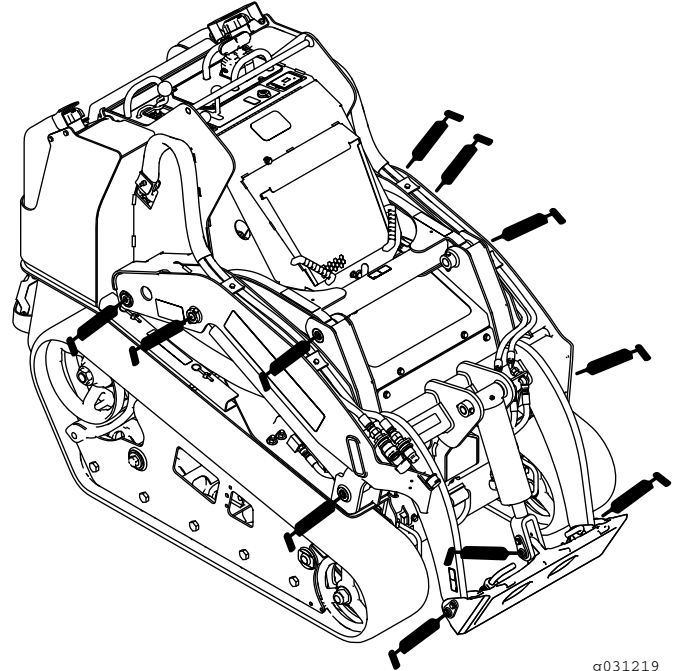
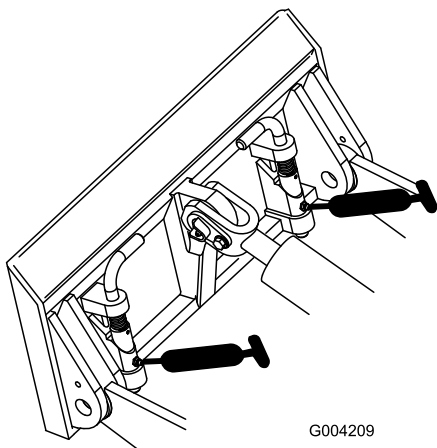
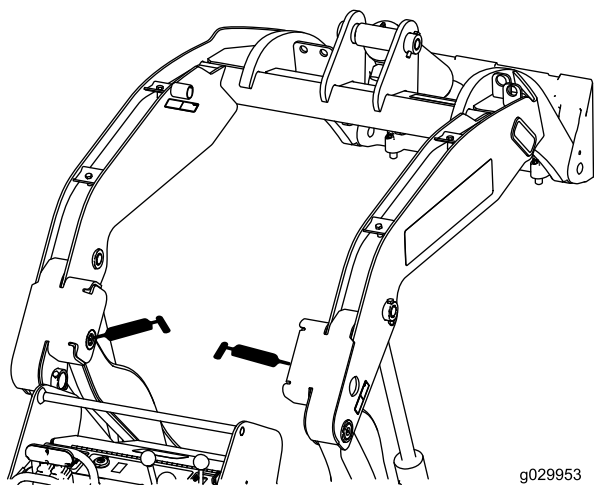

Рисунок 41
Рисунок 42
Рисунок 43
3. Присоедините к каждой масленке шприц для нагнетания консистентной смазки (Рисунок 41 Рисунок 42 и Рисунок 43).
Примечание: Поднимите кронштейны погрузчика, прежде чем смазывать масленки, как показано на Рисунок 43.